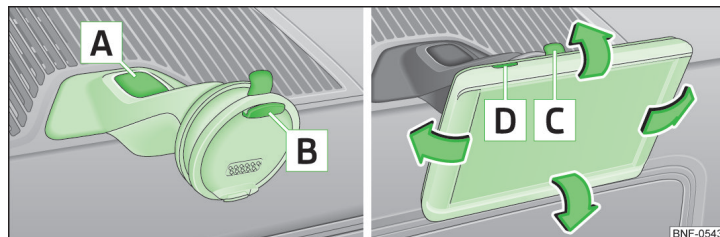

Fig. 78 Suportul aparatului multifuncțional / aparatul multifuncțional
- Așezați aparatul multifuncțional mai întâi în suportul superior [B] » fig. 78 și apăsați-l în partea inferioară, în suport, până când se blochează » !.
- Înclinarea poate fi setată prin deplasarea ușoară a aparatului multifuncțional în sensul săgeților » fig. 78, în poziția dorită » !.
- Cu cealaltă mână apăsați tasta de deblocare [C] » fig. 78 și extrageți aparatul.
- Cu cealaltă mână apăsați tasta de deblocare [A] » fig. 78.
- Aparatul multifuncțional poate fi cuplat prin apăsarea tastei [D] » fig. 78. ▶